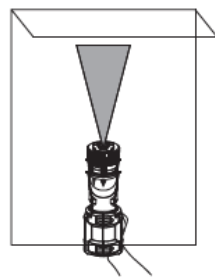

fig. 16
9. Pulvérisez la solution de nettoyage à travers le pulvérisateur sur votre échantillon de pièce à travailler pendant 2 à 3 secondes (fig. 16).